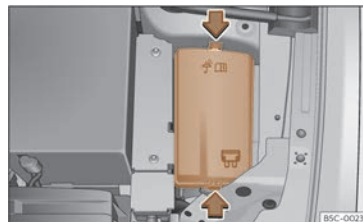

Fig. 52 Al compartiment del motor: tapa de la caixa de fusibles.
- Pressioneu les pestanyes de bloqueig per desbloquejar la tapa de la caixa de fusibles »» **fig. 52**.